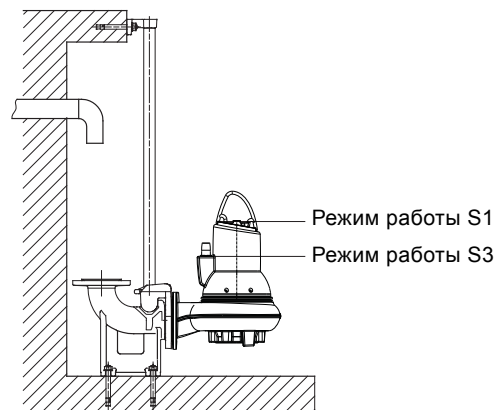

Рис. 2 Уровни останова
- **Режим S1** (непрерывная эксплуатация), насос должен быть постоянно погружен в перекачиваемую жидкость до верхней точки электродвигателя. См. рис. 2.
- **Режим S3** (работа с перерывами), насос должен быть погружен в перекачиваемую жидкость до середины электродвигателя. См. рис. 2.